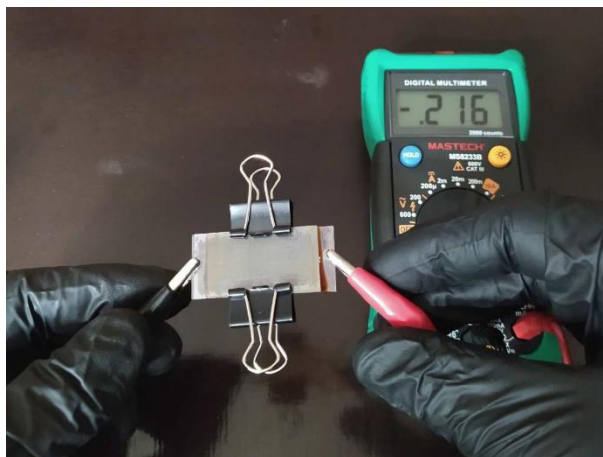

Abbildung 10 Angeschlossene Solarzelle
- Nun wird das Multimeter auf die kleinstmögliche Spannung gestellt und die Zelle mittels Krokodilklemmen angeschlossen (vgl. Abb. 10). Wenn die Spannung negativ (mit einem Minus) angezeigt wird, kann die Zelle einfach andersherum angeklemt werden.